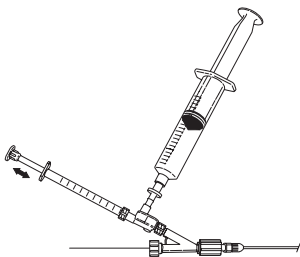

Fig. 8
10. Para infundir a solução, coloque a dose pretendida na seringa de 1 mL e injete. Volte a encher a seringa de 1 mL e repita a técnica de perfusão conforme necessário. (Fig. 8)